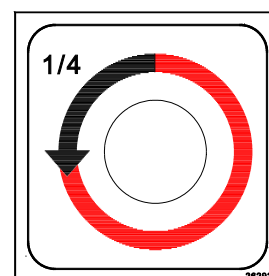

FIGURA 12:
- 4) Vedere la **Figura 12**. RUOTARE la prolunga del braccio 1/4 di giro in senso antiorario e tenere la valvola APERTA per iniziare l'approntamento della piattaforma. Ruotare il braccio in senso orario per CHIUDERE la valvola non appena la piattaforma raggiunge il livello dell'automezzo.